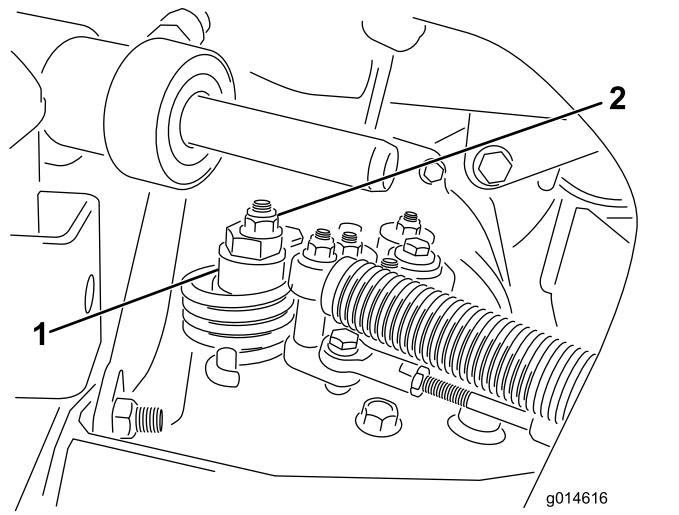

図 44
- 偏芯ナットをハイドロスタット上部に止めているナットをゆるめる図 44。
- どちらにも車輪が回らないように偏芯ナットを回して調整する。調整ができたら固定ナットを締める図 44。スロットル SLOW および FAST 位置で調整が正しいことを確認する。